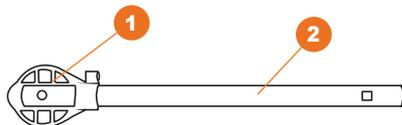

Рис. 2
- Соберите нижнюю часть рукоятки (если она не собрана), для этого вставьте трубку 2 в пластиковый корончатый кронштейн 1, совместите отверстия для креплений (Рис. 2).